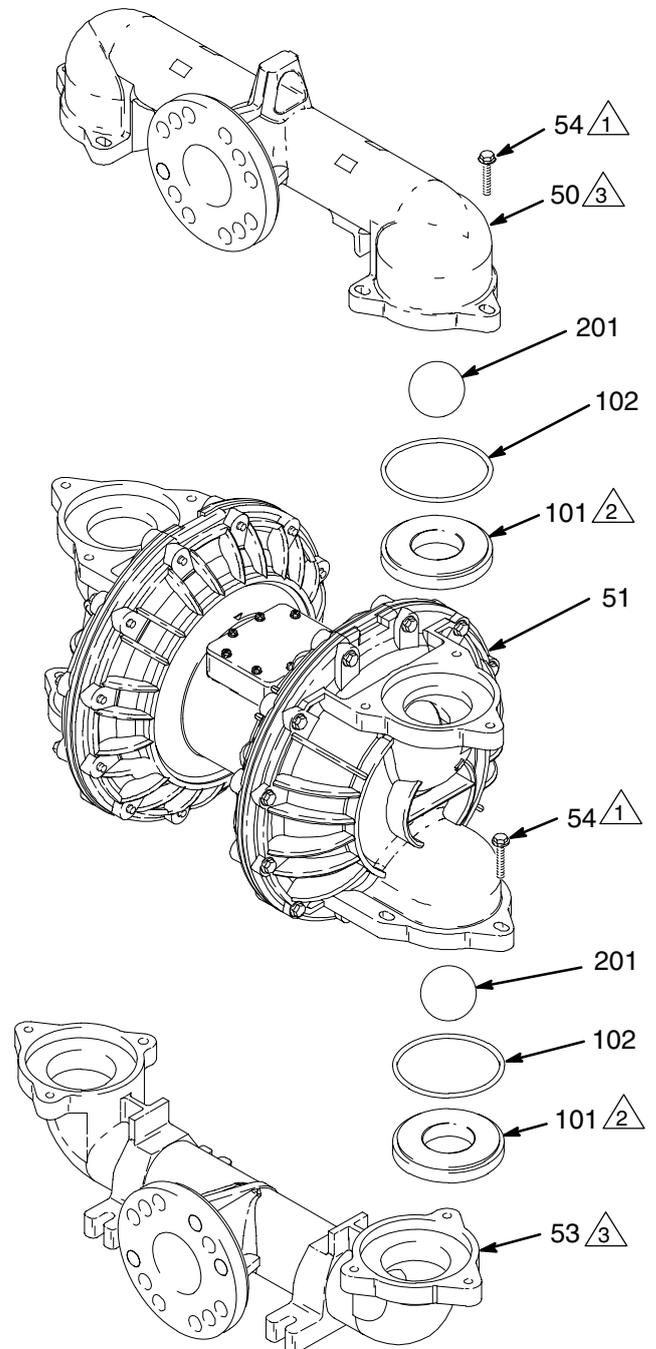

Abb. 6
Ausbau (Siehe Abb. 6)
Zusammenbau (Siehe Abb. 6)
2. In umgekehrter Reihenfolge wieder zusammenbauen, dabei alle Hinweise in Abb. 6 beachten. Sicherstellen, dass alle Teile **genauso** zusammengesetzt werden, wie dargestellt.